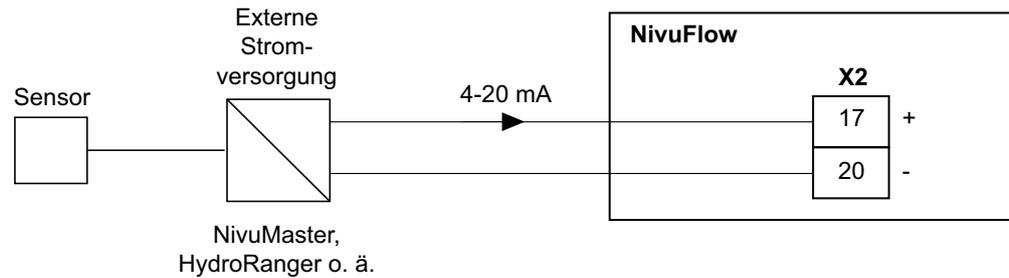

Abb. 23-16 Anschluss externe Füllstandsmessung
- ➡ Wenn das mA-Signal der Füllstandsmessung von einem externen Messumformer (z. B. NivuMaster) zur Verfügung gestellt wird, schließen Sie den Messumformer gemäß Abb. 23-16 an.